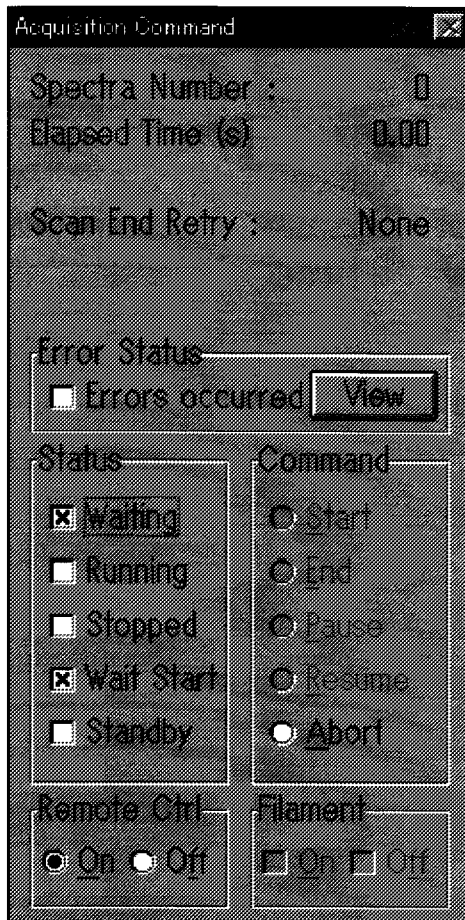

図6 測定コマンド画面
すると、以下の図6の測定コマンド画面があらわれる。
- ・ 図6 測定コマンド画面のElspsed Time(s)の数値が上がっている。